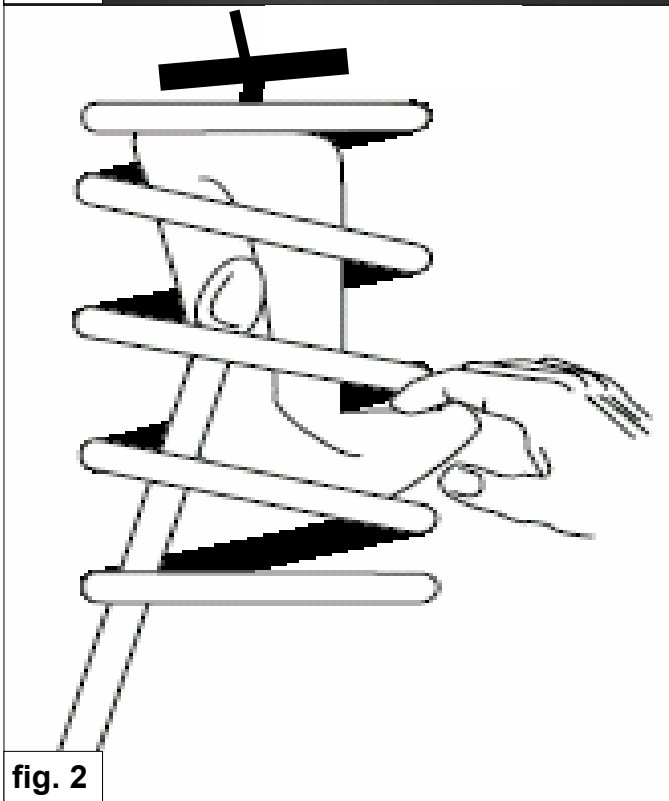

fig. 2
7. Druk de lucht uit de luchtbalg en monteer de luchtbalg door de windingen van de veer geheel in de hoofdveer. Let op dat de luchtleiding niet knikt. Monteer het geheel zo dat de vul-aansluiting van de luchtbalg aan de bovenzijde komt. Zie fig 2 en 3.
7. Press the air out of the airbag and fit the airbag through the windings of the spring all the way into the spring. Take care that the air tube is not cracking. Fit everything with the filling tube of the airbag faced to the top side. See fig 2 and 3.
6. Drücken Sie den Luft aus dem Luftbalg und montieren Sie den Luftbalg durch die Windungen der Hauptfeder in der Feder mit der Luftleitung an der Oberseite. Sieh Fig 2 und 3